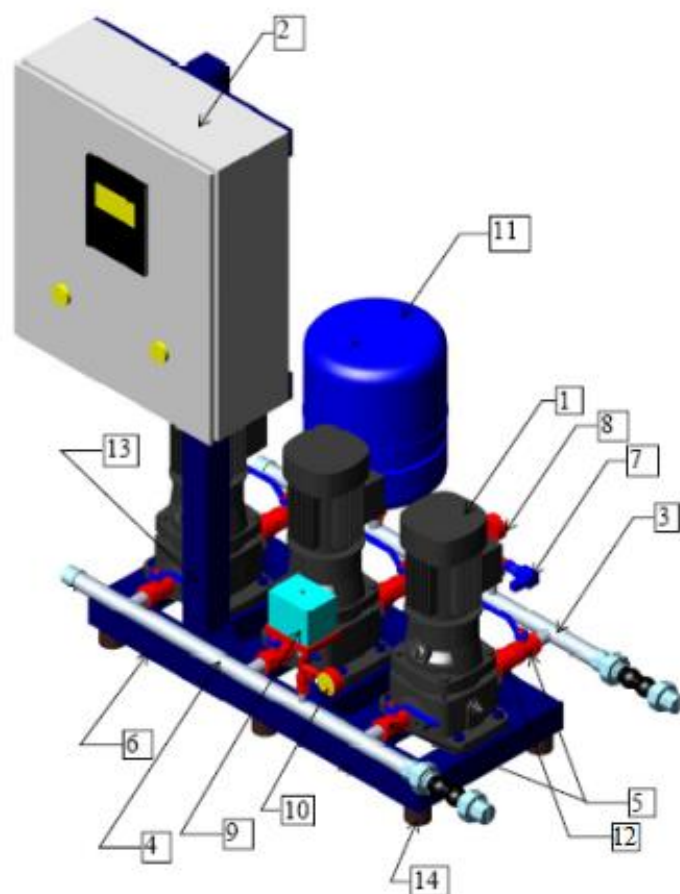

Рисунок 1 — Внешний вид установки насосной тип WaterJump-CW/-PW
Узел 1. Гидравлические и механические компоненты установки (см. рис.1): Установка размещена на каркасной раме (6) с регулируемыми по высоте виброопорами (14). Она состоит из высоконапорных центробежных насосов (1), которые объединены с помощью всасывающего (4) и напорного коллекторов (3). На каждом насосе на стороне всасывания и нагнетания установлена запорная арматура (5), на стороне нагнетания установлен обратный клапан (12). На всасывающем коллекторе установлено реле давления для защиты насосов от сухого хода (10) и манометр (9), для станций типа PW дополнительно устанавливается преобразователь давления (7), чтобы обеспечить работу установки в режиме поддержания давления. На коллекторе нагнетания установлен преобразователь давления (7) и манометр (8). Мембранный бак (гидробак) (11) предназначен для поддержания рабочего давления, защиты от гидроударов и уменьшения количества включений-выключений насосов. В станциях типа PW установка мембранного бака является дополнительной опцией.